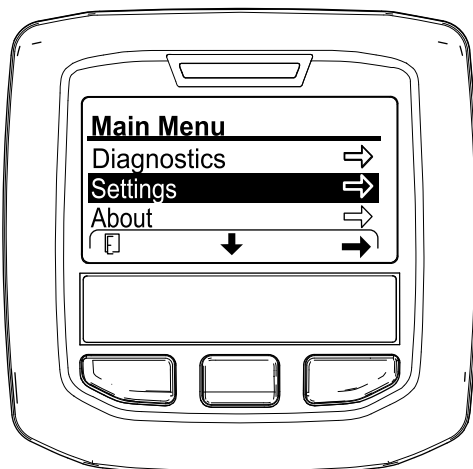

Figura 122
2. În InfoCenter, navighezi la MENIUL PRINCIPAL (Figura 122).